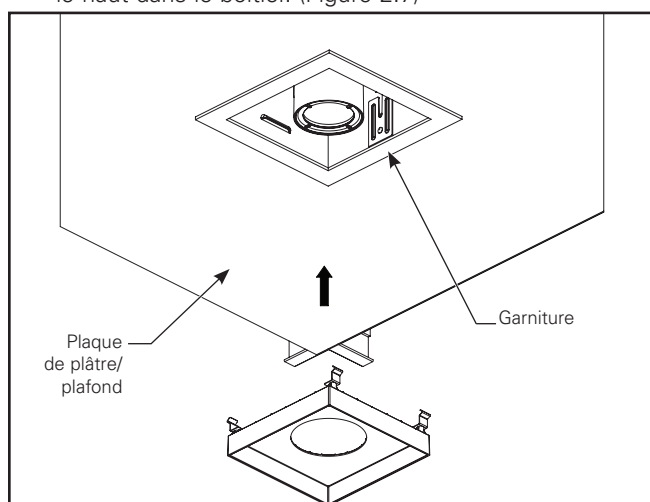

Figure 2.7.
5. Installez la plaque de recouvrement (déflecteur) dans le boîtier. Poussez l'assemblage de la plaque vers le haut à travers la garniture lors de l'installation. Comprimez le ressort vers l'intérieur de manière à ce que l'assemblage de la plaque puisse être poussé vers le haut dans le boîtier. (Figure 2.7)